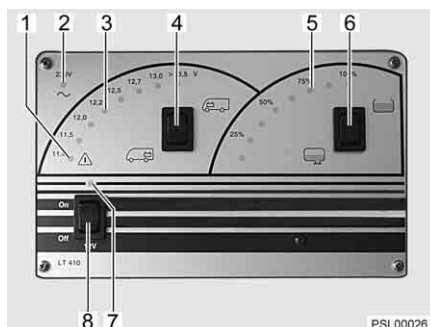

Fig. 35 Panneau de contrôle
- Commutateur à bascule (Fig. 35,4) vers le haut  : la tension de la batterie de démarrage est affichée.
- Commutateur à bascule (Fig. 35,4) vers le bas  : la tension de la batterie de cellule est affichée.
Les diodes lumineuses de l'affichage V (Fig. 35,3) indiquent la tension de la batterie.
- Commutateur à bascule (Fig. 35,6) vers le haut  : le niveau du réservoir d'eau est affiché.
- Commutateur à bascule (Fig. 35,6) vers le bas  : le niveau du réservoir d'eaux usées est affiché.
Deux diodes lumineuses de l'affichage du réservoir (Fig. 35,5) indiquent le niveau.
Le voyant d'alerte rouge (Fig. 35,1) clignote dès que la charge de la batterie de cellule descend en dessous de 11 V (mesurée en marche) et qu'il y a risque de décharge profonde des batteries.
L'interrupteur principal 12 V (Fig. 35,8) établit ou coupe l'alimentation 12 V de la cellule.
- Commutateur à bascule (Fig. 35,8) vers le haut "ON" : l'alimentation 12 V de la cellule est assurée. Le voyant de contrôle vert (Fig. 35,7) s'allume.
- Commutateur à bascule (Fig. 35,8) vers le bas "OFF" : l'alimentation 12 V de la cellule est coupée. Le voyant de contrôle (Fig. 35,7) s'éteint.
Le voyant de contrôle 12 V (Fig. 35,7) s'allume dès que l'interrupteur principal 12 V (Fig. 35,8) est enclenché.
Le voyant de contrôle jaune 230 V (Fig. 35,2) s'allume si l'arrivée du bloc électrique est sous tension de réseau.
Le bloc électrique travaille uniquement en liaison avec le panneau de contrôle (Fig. 35).
- Si nécessaire, rallumer pour un bref moment l'alimentation 12 V pour le fonctionnement à l'aide de l'interrupteur principal 12 V (Fig. 35,1). Toutefois, cela n'est possible que lorsque la tension de batterie redevient supérieure à 11,0 V. Si la tension de batterie est inférieure, l'alimentation 12 V pourra être rétablie uniquement lorsque la batterie de cellule aura été rechargée.